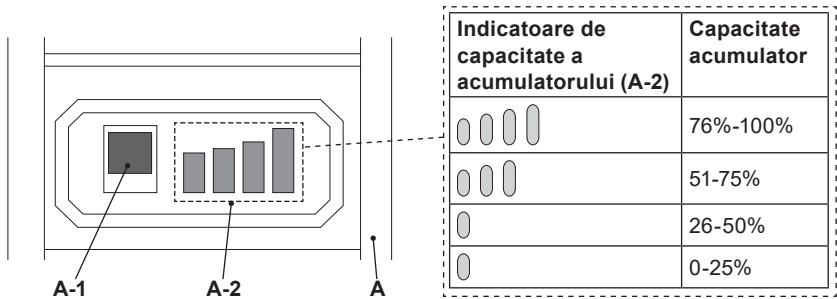

Fig. 5
Acumulatorul (A) este echipat cu indicatoare de capacitate (A-2) pentru a vedea care este nivelul de încărcare rămas. Apasă pe butonul de capacitate a acumulatorului (A-1) pentru a verifica nivelul (Fig. 5). Ledurile vor rămâne aprinse circa 5 secunde.